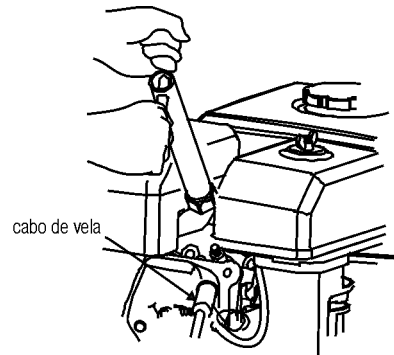

Fig. 34 – Removendo a vela
- Com auxílio de uma chave de vela (não acompanha) remova a vela (fig. 34).